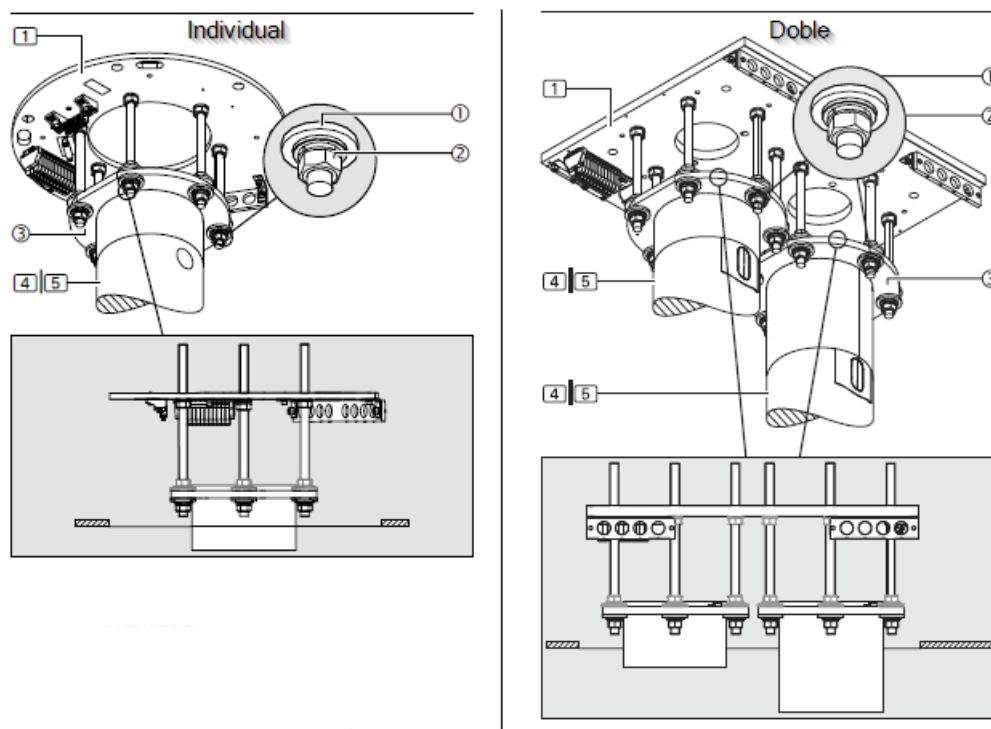
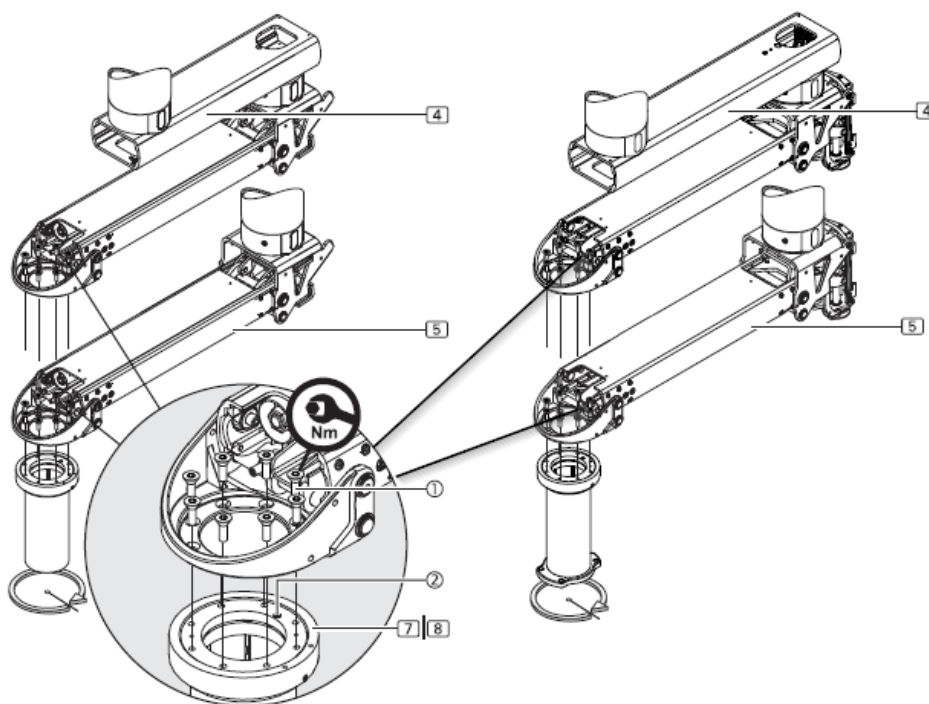

Fig. 31 Alignement des bras avec la plaque d'interface
Fig. 34 Assemblage du tube de descente sur les bras motorisés et à ressort
Pour les bras motorisés ou à ressort. La figure 31 montre une vue en coupe agrandie du bras motorisé (à droite sur la figure 34) et du bras à ressort (à gauche sur la figure 34) sans sa partie supérieure.
- Positionnez le tube de descente sous le bras (4) / (5) de manière à ce que la butée ④ du tube de descente soit éloignée du côté du bras d'extension et que les trous de fixation soient alignés.
- Pour pouvoir faire tourner la tête de branchement dans le sens inverse des aiguilles d'une montre, le tube de descente doit être monté avec la butée ② sur le côté droit, comme le montre la figure 31. Il doit être monté sur le côté gauche si la tête de branchement doit pouvoir tourner dans le sens des aiguilles d'une montre.
- Fixez le tube de descente à travers la plaque de fixation 8 x M10 ③ et vissez-le au bras d'extension (4) / (5) avec 8 vis à tête fraisée à six pans creux ①.